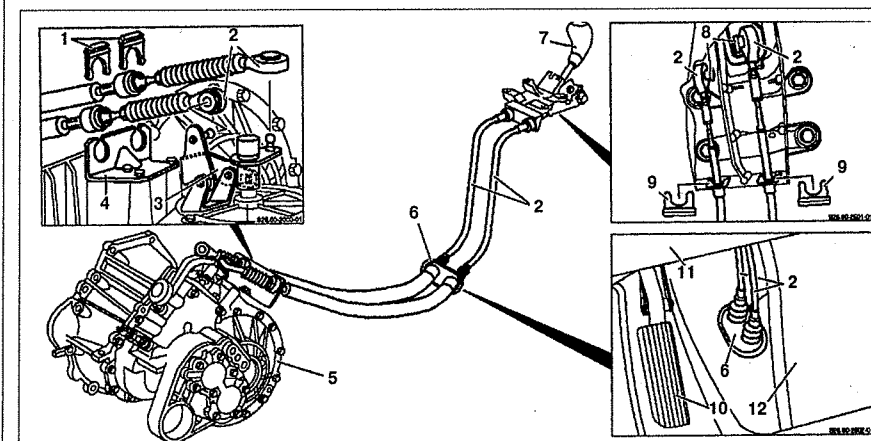

Рис. 6.46. Тросы переключения передач (представлена коробка передач 503.018/01/02):
3. Отсоедините тросы переключения передач 2 от коробки передач (см.рис.6.46).